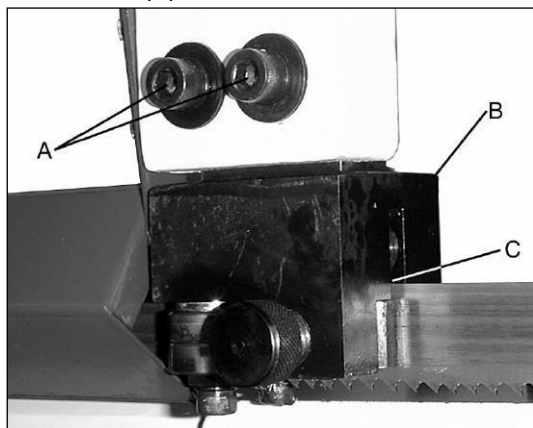
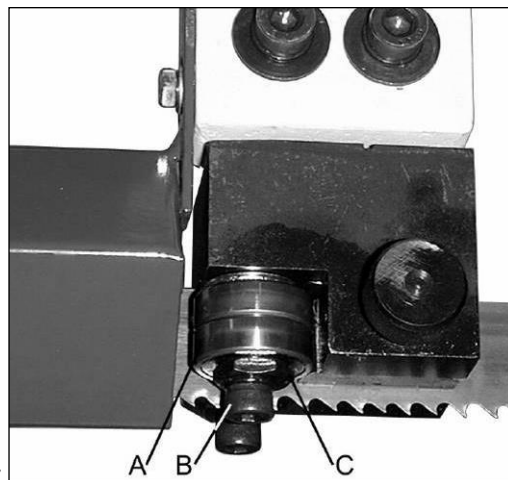

Рис.26
Рис.27
Ослабьте винты (A, рис. 26) и установите задний ролик на расстояние примерно 0,1 мм от спинки пильного полотна (C). Снова затяните винты.
Ослабьте твердосплавные вставки (A, Рис. 26), ослабив винты (B). Отодвиньте вставки от полотна. Ослабьте стопорные винты (B, рис. 27). Поворачивайте эксцентриковый вал (C), пока зазор между полотном не составит 0,05 мм.